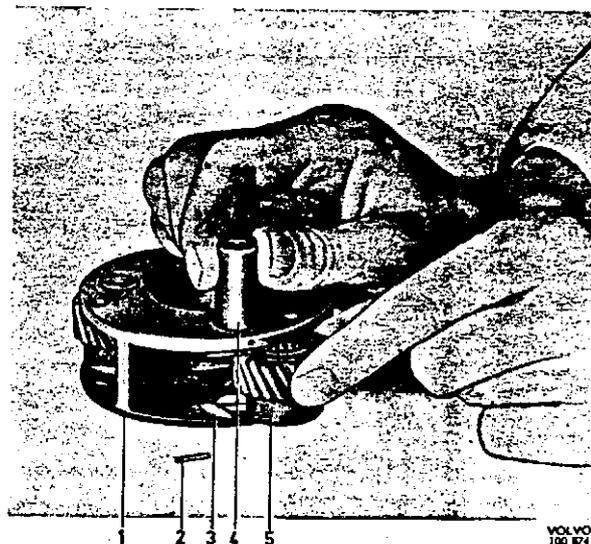
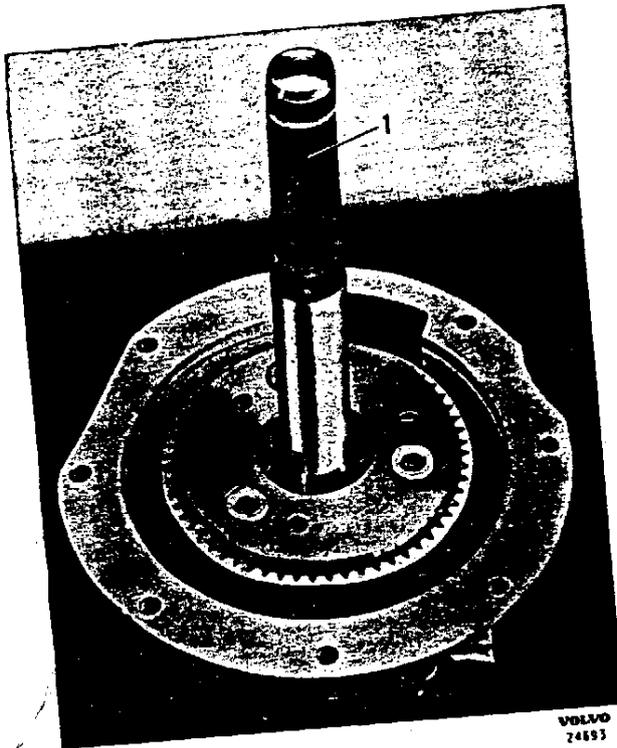
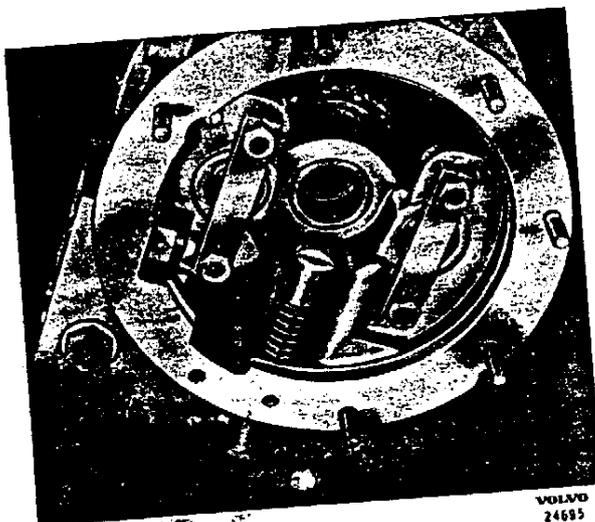

Abb. 25 Einbau des Planetenrades, I
Abb. 26 Einbau des Planetenrades, 11
Abb. 27 Zusammenbau der vorderen Gehäusehälfte
5. Nadellager (39) mit dem Dorn SVO 2417 in die Planetenräder (38) einpressen. Die Lager sollen etwas unter den Seitenflächen der Räder liegen. Planetenradträger, Achsen, Scheiben und Planetenräder zusammenbauen, siehe Abb. 25. Die Keilnuten im Planetenradträger und in der Freilaufnabe mit dem Dorn SVO 2420 einrichten, so daß diese gegenüber liegen, siehe Abb. 26.
6. Sonnenrad (46) in die Kupplungslamelle (43) einbauen. Schrauben, Drucklager und Drucklagerhalter zusammensetzen. Drucklager an der Kupplungslamelle anbringen.
7. Kolben (14) in die vordere Gehäusehälfte einbauen. Kupplungslamelle, Bremstrommel (41), Druckfedern (54), vordere Gehäusehälfte und Druckplatten (50, 56) zusammenbauen, siehe Abb. 27. Beim Zusammenbau sind beide Seiten der Bremstrommel mit Dichtungsmittel zu bestreichen.